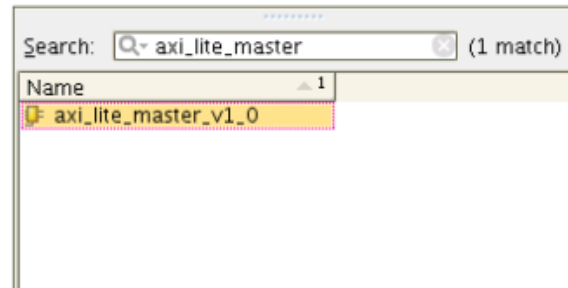

図 32 : IP インテグレーターの IP 検索ボックス
4. [Search] に「axi_lite_master」と入力し、Enter キーを押します (図 32)。